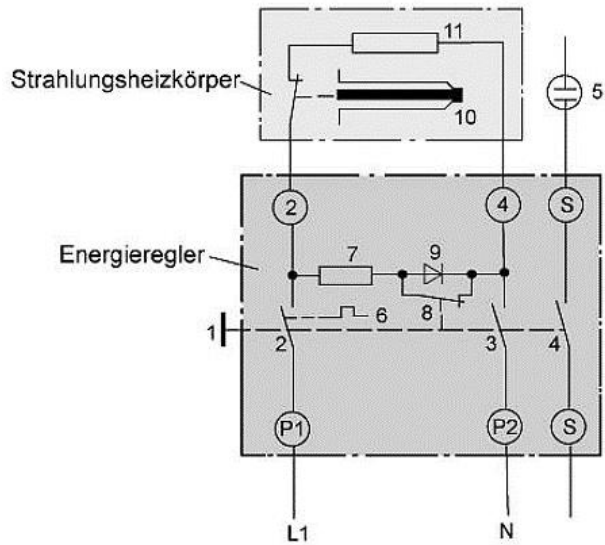

Abb. 20: Einkreisschaltung mit Energieregler für Strahlungsheizkörper¹¹
In der Einkreisschaltung (Abb. 20) werden mit einem stufenlos verstellbaren Knebelschalter (1) mehrere Netzkontakte (2, 3, 4) geschlossen. Mit einem Steuerwiderstand (7) wird ein Bimetall (6) erwärmt, welches den Netzkontakt (2) periodisch aus- und einschaltet und damit eine mittlere Heizleistung bewirkt. Bei einem Einstellwinkel von ca. 135° öffnet ein Steuerkontakt (8), der bis anhin eine Diode (9) überbrückte. Dadurch wird die Beheizung des Bimetalls